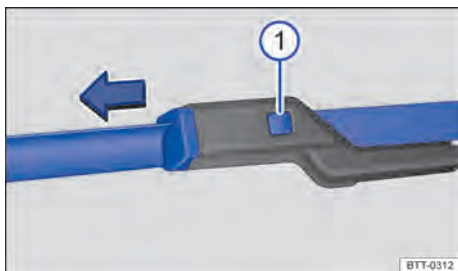

Fig. 230 Substituir as palhetas dos limpadores do para-brisa.
- Manter o botão de destravamento → Fig. 230 ❶ pressionado e, ao mesmo tempo, puxar a palheta dos limpadores do para-brisa para fora, no sentido da seta.